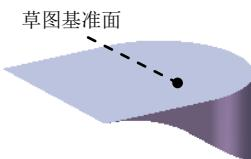

图 11.3.4 切除一拉伸 1
(4) 单击 按钮，完成凸台一拉伸 1 的创建。
Step3. 创建图 11.3.4 所示的零件特征——切除一拉伸 1。
(1) 选择命令。选择下拉菜单 **插入(I)** → **切除(C)** → **拉伸(E)...** 命令。
(2) 定义特征的横断面草图。
① 定义草图基准面。选取图 11.3.4 所示的模型表面为草图基准面。